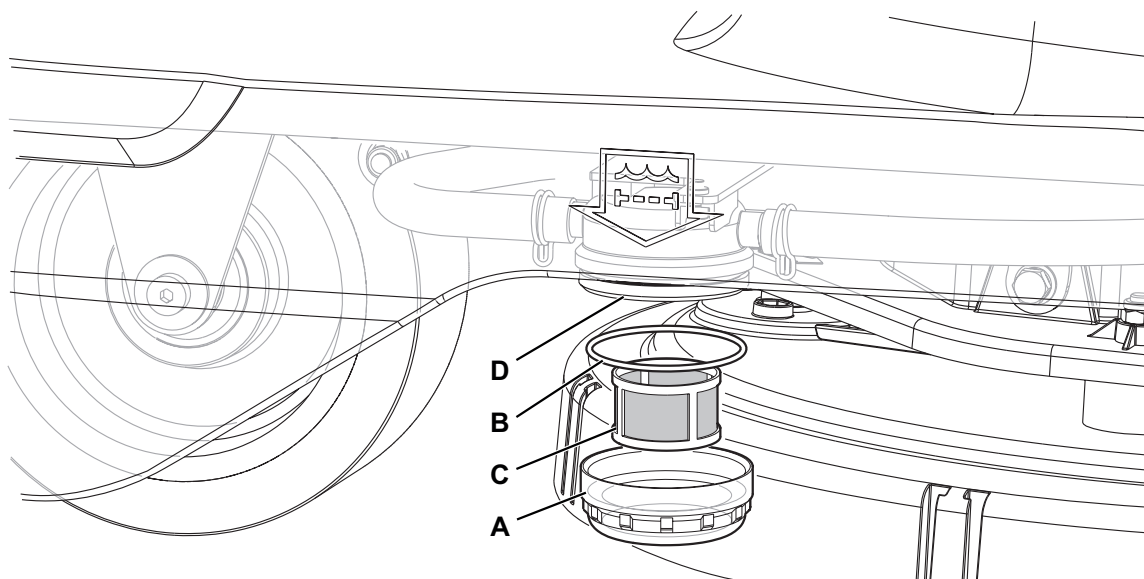

Abbildung 12
2. Sicherstellen, dass das Gerät ausgeschaltet und der Bedienschlüssel (41) herausgezogen wurde.
3. Den Hahn der Reinigungslösung (9) schließen. Der Hahn ist geschlossen, wenn er sich in der Stellung (9-B) befindet, und er ist geöffnet, wenn er in der Stellung (9-A) ist.
4. Den durchsichtigen Becher (A, Abb. 12) abschrauben, die Dichtung (B), dann den Netzfilter (C) herausnehmen. Mit sauberem Wasser waschen und abspülen, dann wieder sorgfältig am Filterhalter (D) befestigen.